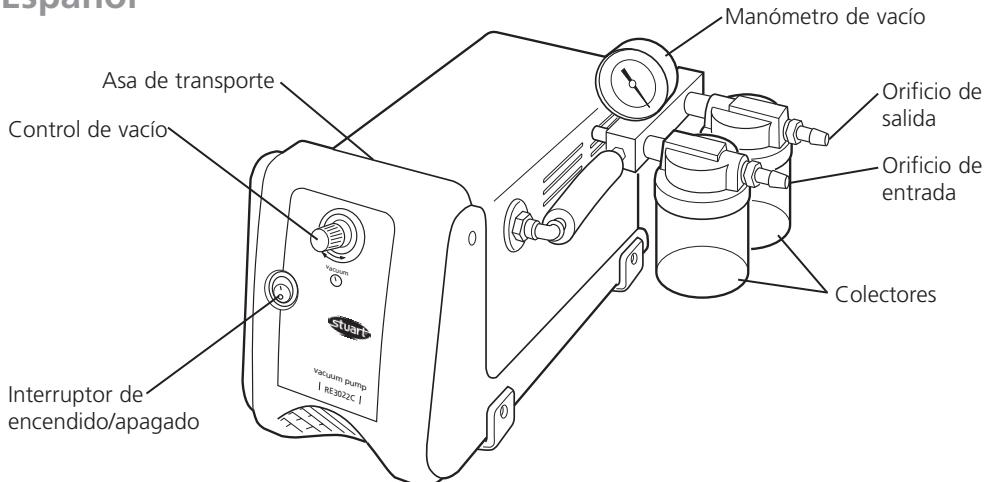

Figura 1
- ❖ La bomba deberá transportarse utilizando el asa instalada en su parte superior (vea la figura 1).
Vea la figura 1.
- 3 Asegure que los colectores estén vacíos y en buena condición (vea la figura 1).